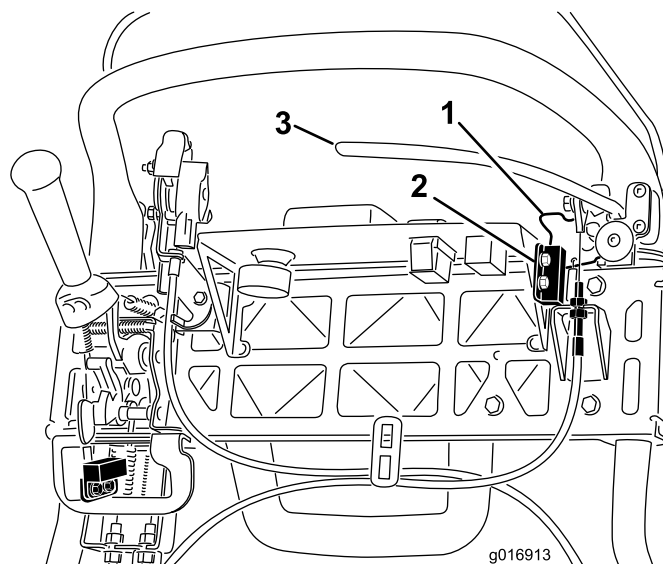

Figura 40
4. Allentate i dispositivi di fissaggio del microinterruttore di sicurezza (Figura 40).
5. Inserite uno spessore di 1,6 mm fra il fermo del freno di stazionamento ed il microinterruttore (Figura 40).